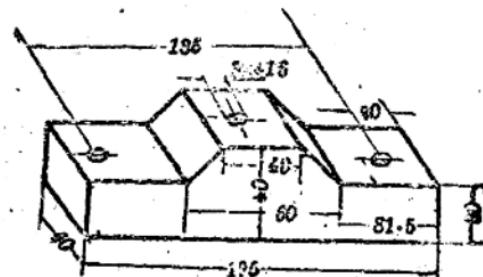

图 1-9 支架压板
**支架压板** 用生铁铸造和经过钳工加工制成，其尺寸和形状见图1-9。它放置在架的上部，一方面不使支架变形，另一方面可以压紧轴承。